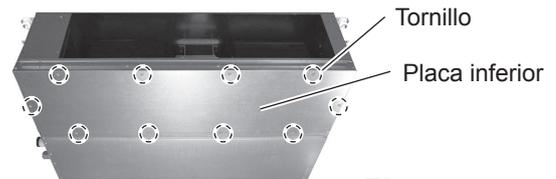

Fig. 4
4. Extraer la placa inferior (Fig. 4)